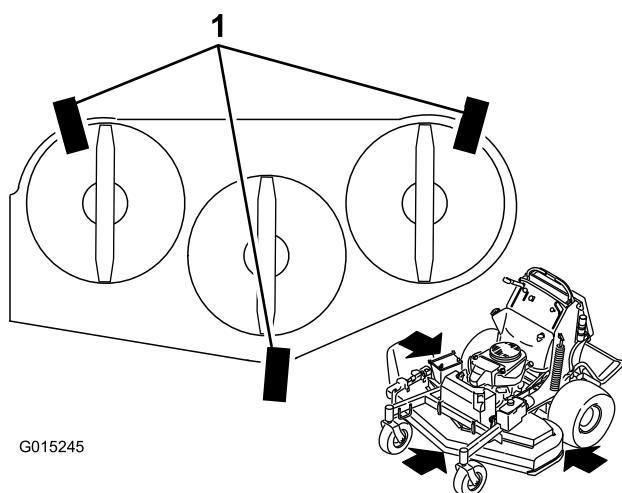

Figura 85
1. Collocate 3 pezzi di legno da 5x10 cm sotto il piatto di taglio come mostrato nella Figura 85. Appoggiate i 5x10 cm sulla parte da 10 cm.